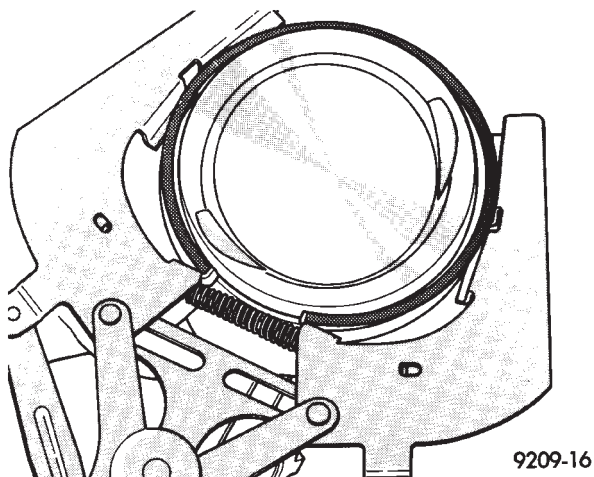

Fig. 58 Aros de pistón—Desmontaje e instalación
(1) Instale los aros en los pistones utilizando un expansor de aros adecuado (Fig. 58).
(4) El entrehierro del segundo aro debe posicionarse en el lado opuesto de la escotadura de la cámara de combustión.
(5) El entrehierro del aro de control de aceite debe colocarse 30 grados a la izquierda de la escotadura de la cámara de combustión.
(6) Cuando ensamble los pistones compruebe que los componentes se instalen en la misma posición que antes de desmontarlos, determinada por los números estampados en las coronas de cada pistón. Los cilindros de motor están numerados comenzando a partir del extremo del mecanismo de engranaje final del motor. **Oriente el lado de la escotadura de la cámara del pistón en dirección al árbol de levas.** Por lo tanto, los números estampados en el extremo grande de la biela también deben estar orientados en la misma dirección. Para introducir el pistón dentro del cilindro utilice un compresor de aros, tal como se indica en la (Fig. 58).